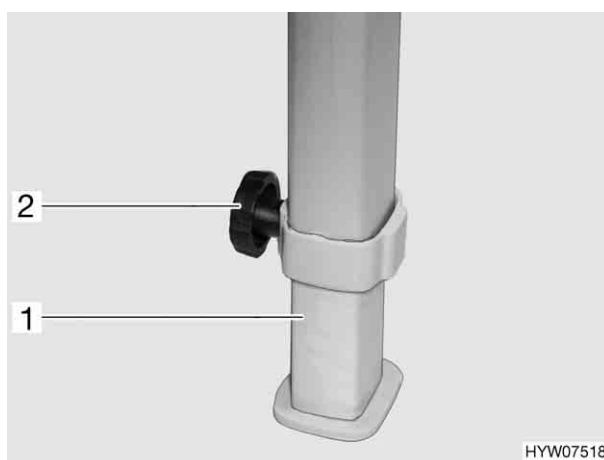

Fig. 27      Regolazione altezza tavolo sospeso
- Svitare la vite a testa cilindrica zigrinata (Fig. 27,2).
- Sollevare o abbassare il piano del tavolo in avanti, fino a che il piano del tavolo non è in posizione orizzontale. Contemporaneamente il prolungamento del piede del tavolo (Fig. 27,1) scorre verso l'esterno o l'interno.